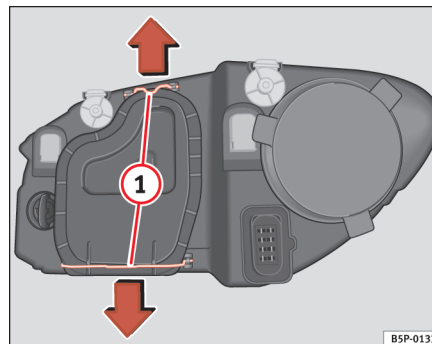

Fig. 186 Nærlys
- Skub støtterne ⇒ side 264, fig. 186 ① i pilenes retning, og tag dækslet af.